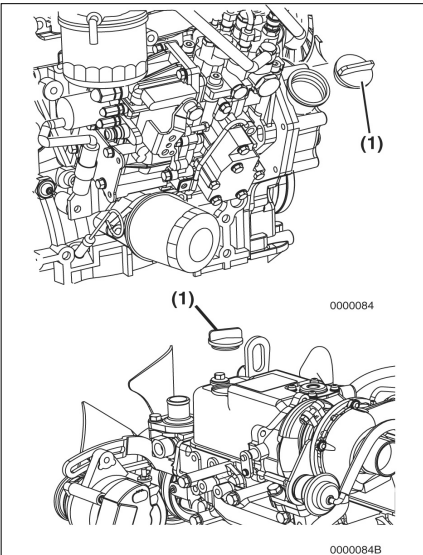

Рис. 5-1
4. Снимите один из колпачков масляного фильтра (Рис. 5-1, (1)) в сапун картера двигателя и позвольте двигательному маслу дренировать более легко.